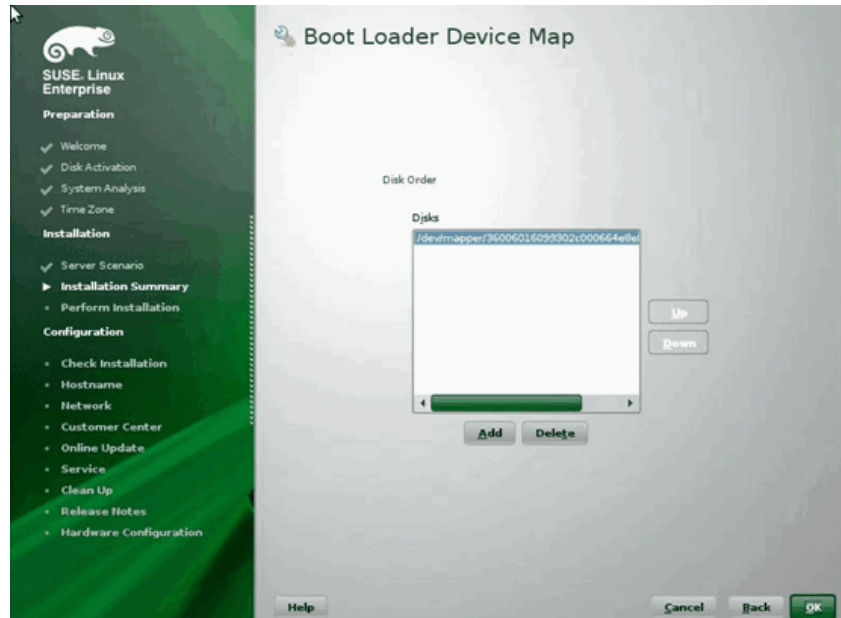

Ilustración 13-20. Mapa de dispositivos del cargador de inicio
- Haga clic en la pestaña **Boot Loader Installation** (Instalación del cargador de inicio) y luego seleccione **Boot Loader Installation Details** (Detalles de la instalación del cargador de inicio). Asegúrese de tener una entrada de cargador de inicio aquí; elimine todas las entradas redundantes (*Ilustración 13-20*).